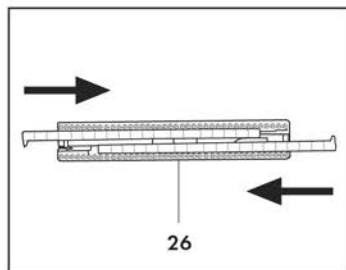

Fig. 10
Pour monter le châssis-brosse pour moquettes et tapis (26), introduire les brosses dures dans les glissières prévues à cet effet, avec les languettes orientées vers l'intérieur (Fig. 10).